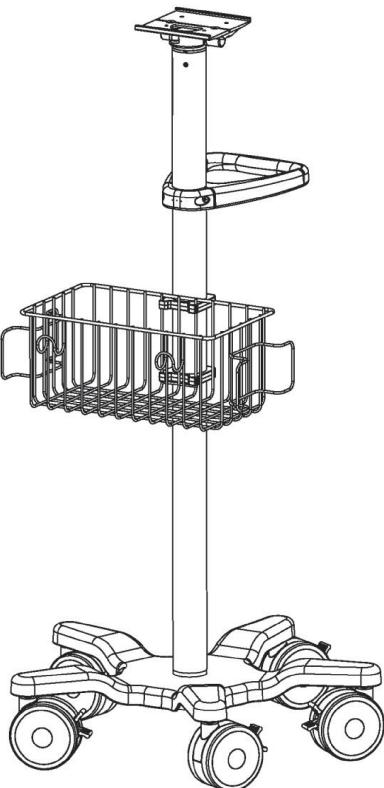

**Figure 6 ■ Figure 6 ■ Abbildung 6 ■ Figura 6 ■ Figura 6
■ Afbeelding 6 ■ Figur 6 ■ Figur 6 ■ Etkóva 6 ■ Figura 6
■ Obrázek 6 ■ 6. ábra ■ Rysunek 6 ■ Obrázok 6 ■ Figur 6
■ 6. attēls. ■ Şekil 6 ■ Рис. 6 ■ Slika 6 ■ Slika 6**